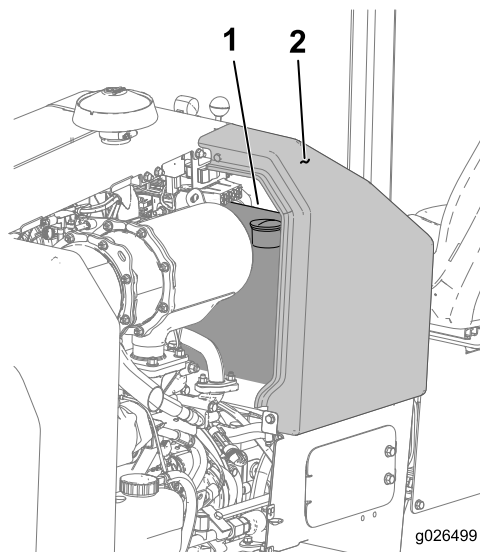

Рисунок 42
2. Снимите верхнюю левую панель консоли (Рисунок 42).